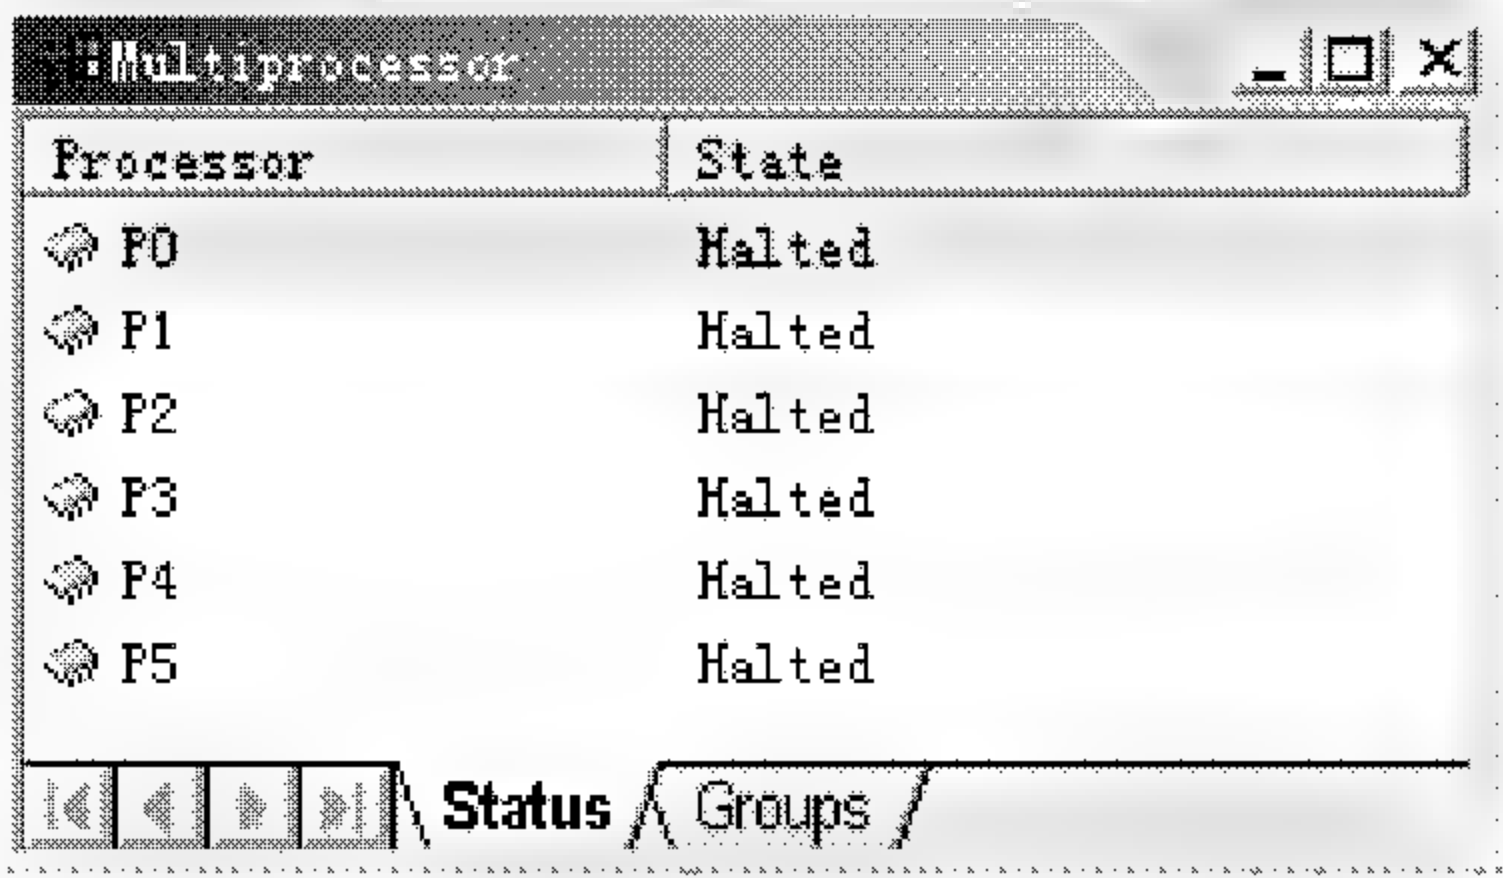

图 4.17 Multiprocessor 窗
- (2) 配置完多 DSP 系统后，点击 OK 退出 New Session 对话框。VisualDSP++会自动打开 P0 的反汇编窗和一个 Multiprocessor 窗，如图 4.17 所示。仔细观察 VisualDSP++主界面，可以看到此时 VisualDSP++的工具栏中多了 5 个多 DSP 同步程序控制命令：MP Run、MP Halt、MP Restart、MP Step 和 MP Reset，用来同时控制一组中的所有 DSP。